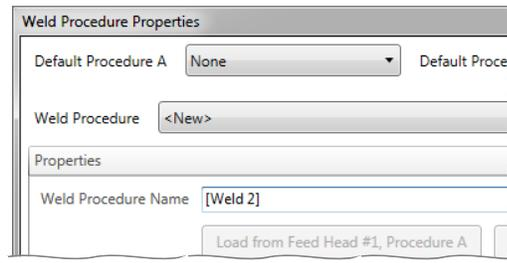

图 5.4 数据库中保存的焊接程序
2. 编辑**焊接程序名称**字段并将名称括在方括号 (图 5.4) 中。